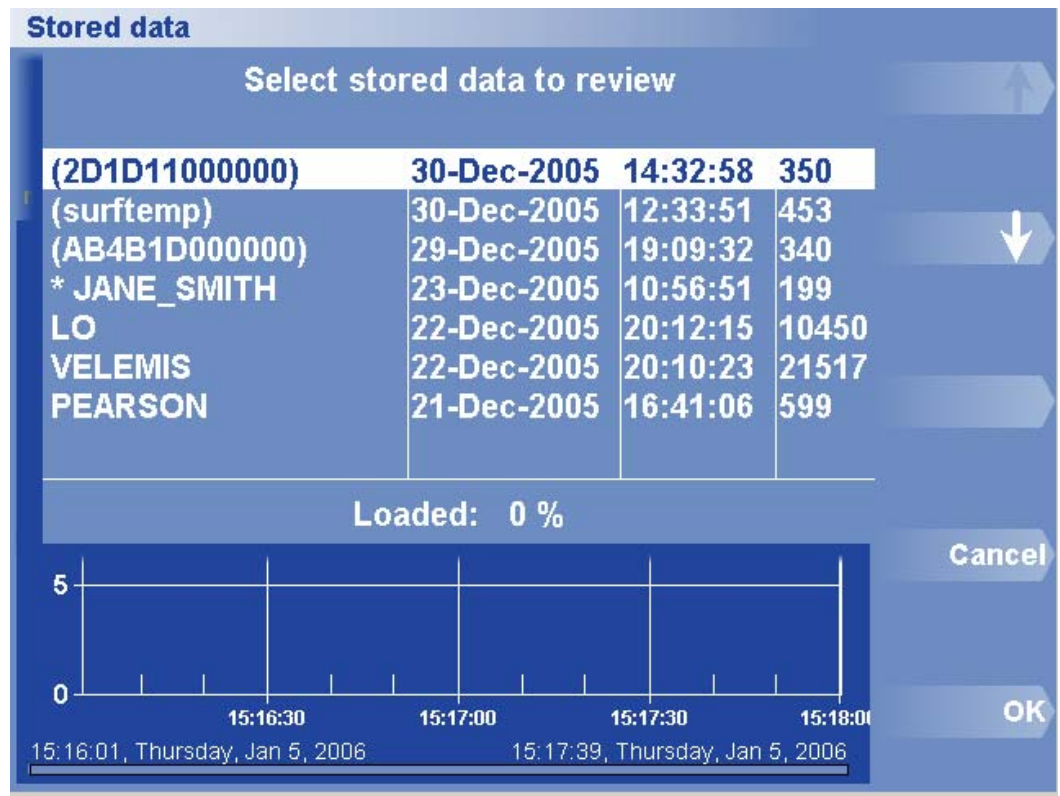

Figure 16. Boîte de dialogue et menu Consulter des données
2. Cliquez sur Review Data (Consulter les données). Une liste de données enregistrées (balisées avec les étiquettes, les dates, les heures et la taille de fichier) apparaît (figure 16). Le fichier précédé d'un astérisque (*) est celui d'une sonde connectée.